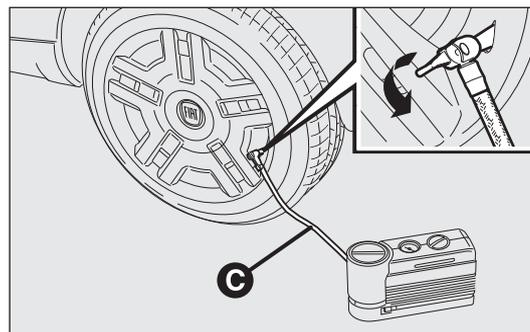

fig. 170
- Desenrosque el capuchón de la válvula del neumático, extraiga el tubo negro C-fig. 170 y enrosque la corona en la válvula del neumático.